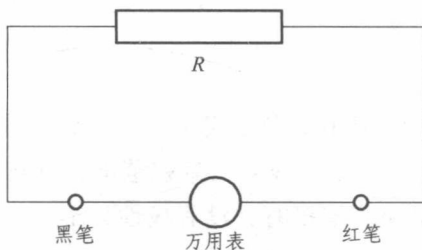

图 2.3 电阻测量电路图
- (1) 将黑表笔插入“COM”插孔，红表笔插入“V/ Ω ”插孔。
- (2) 将功能开关置于“ Ω ”量程，将测试表笔连接到待测电阻上，如图 2.3 所示。